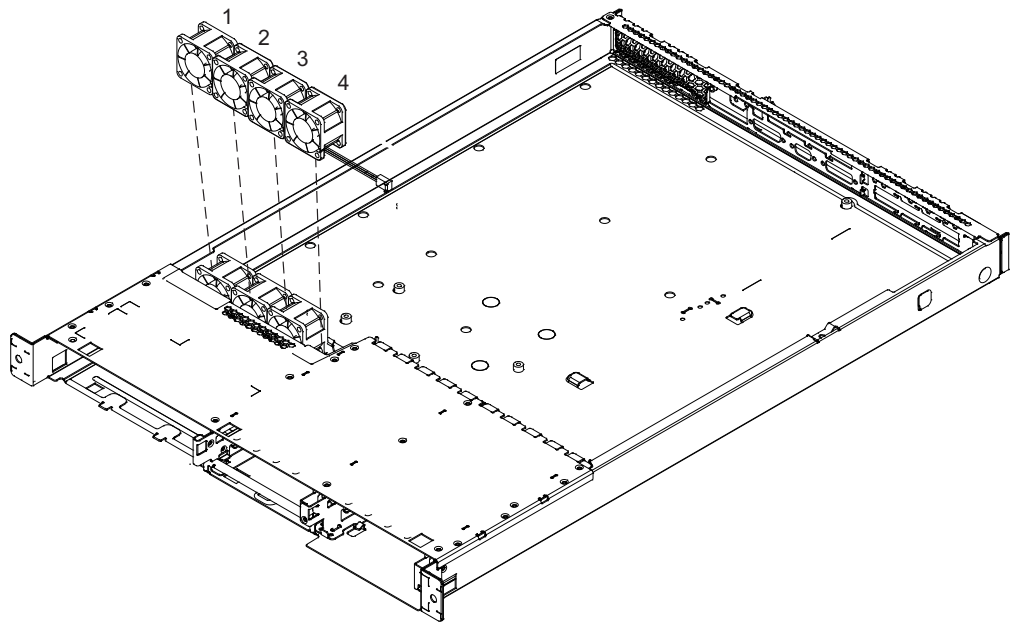

図 88. マイクロプロセッサ・ファンの交換
1. ファンを固定クリップの中に押し下げます。図 88 を参照してください。
注: ファンには、左から右に 1 から 4 の番号が付いています。図 88 を参照してください。